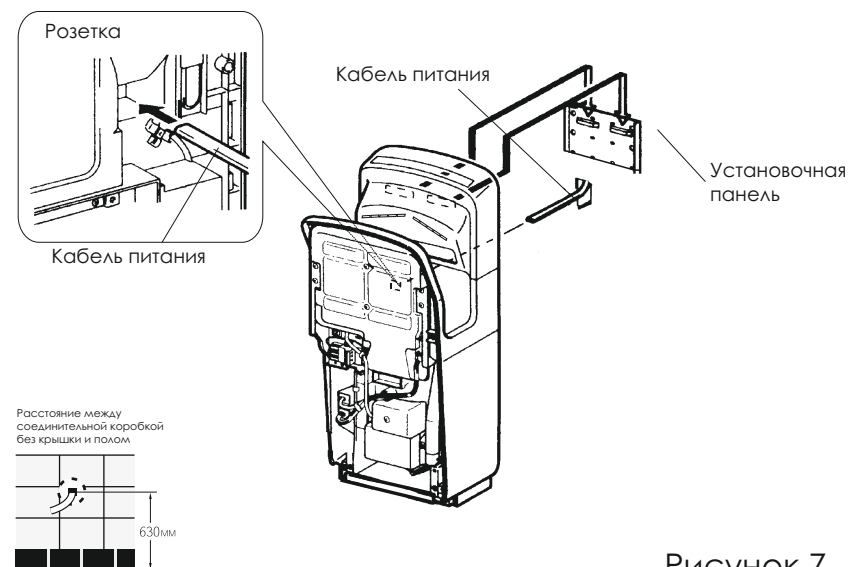

Рисунок 7
10. Установите сушилку на стену (Рисунок 7).